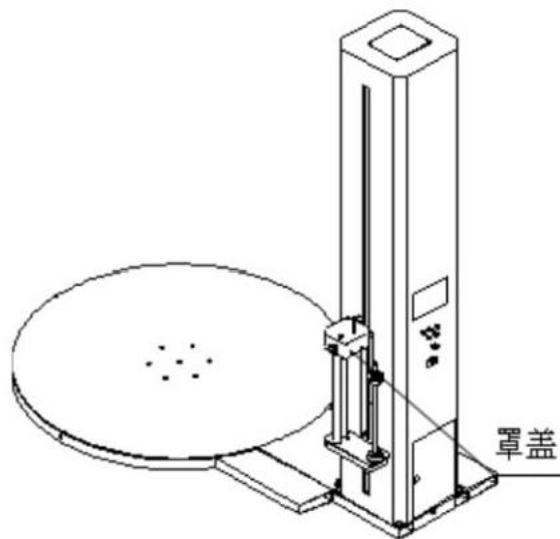

图2-13
- 5). 图2-13所示：将所有的电线接好后，用4颗M6的螺丝将罩盖固定在立柱相应的位置上。